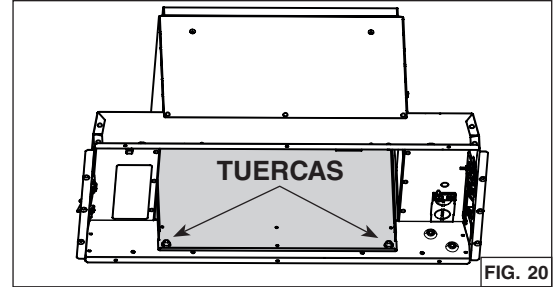

FIG. 20
7. Desde el interior del aparato, retire la placa trasera (en gris en FIG. 20) retirando las 2 tuercas usando un casquillo de 3/8 pulg. de diámetro. Poner las tuercas y la placa a un lado.